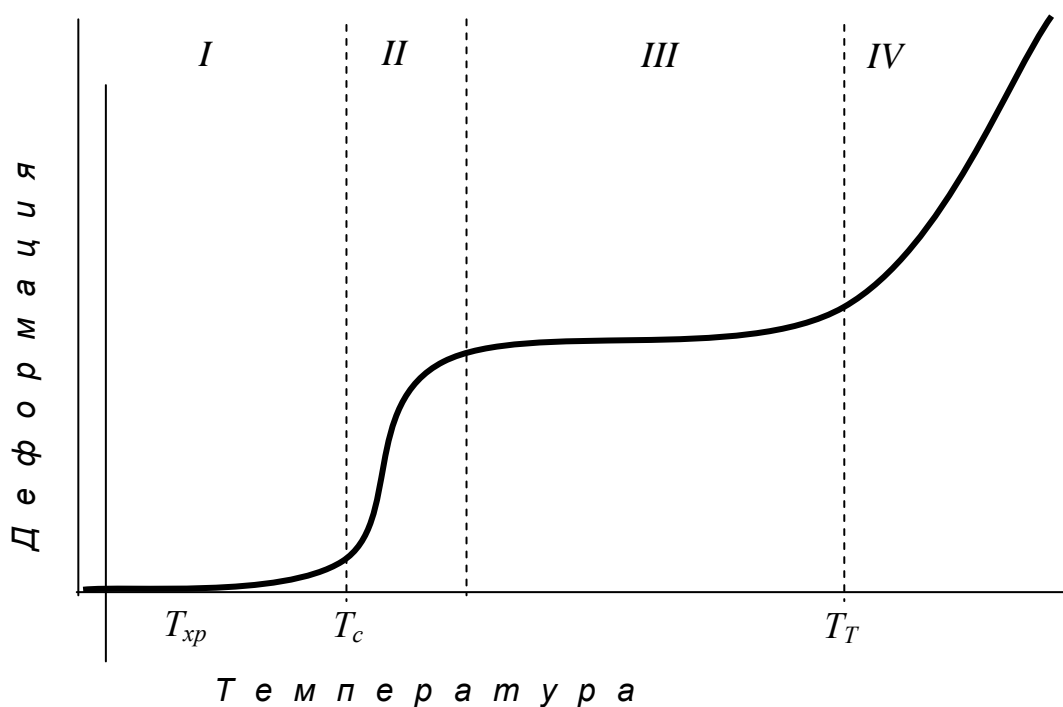

Рис. 9.1. Термомеханическая кривая аморфного полимера:
При нагревании твердые, как кристаллические, так и аморфные полимеры переходят в жидкое агрегатное состояние, однако в этих переходах есть некоторые отличия. Анализ хода термомеханической кривой аморфного полимера (рис.9.1.) показывает, что в твердом агрегатном состоянии при низкой температуре деформация полимера составляет доли процента, так как сегментальная и молекулярная подвижности отсутствуют. Эта часть кривой соответствует области стеклообразного состояния (I). При нагревании, начиная с температуры, которая называется *температурой стеклования* T_c^1 , деформация начинает увеличиваться, достигая нескольких десятков процентов. Эта область (II) называется *переходной*. При дальнейшем нагревании начинается область протяженного плато, где деформация мало зависит от температуры. При этом полимер легко деформируется под действием прилагаемой силы и быстро возвращается в исходное положение при снятии нагрузки. Это состояние полимера называется *высокоэластическим* (III).